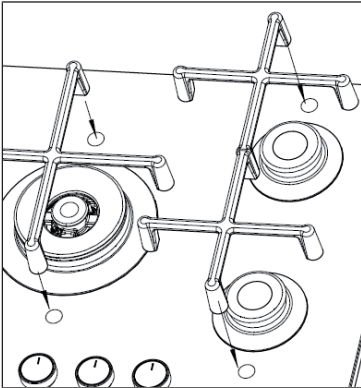

Figure 8
- Placez le support de casserole sur le marquage de la plaque de recouvrement (voir figure 8).